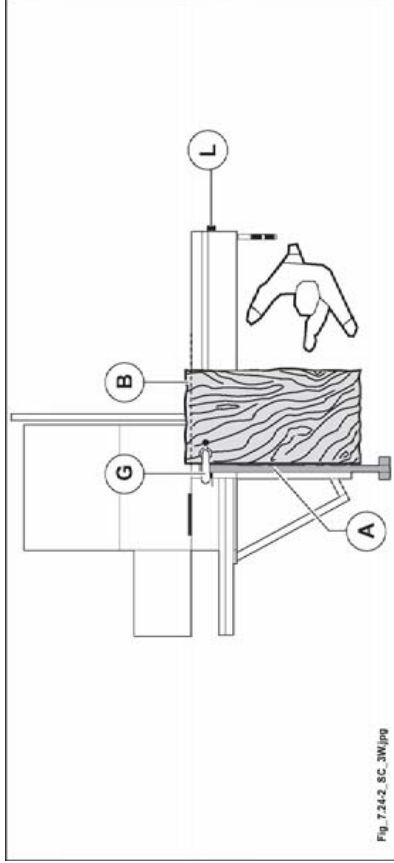

Abb. 7.24-2
- Schiebetisch ganz rechts vorstellen (siehe Abb. 7.24-2) und Hebel (L Abb. 7.24-2) festklemmen. (w/2.24.2.00)
- Platte um 90° drehen, die besäumte Seite (A Abb. 7.24-2) gegen Alu-Lineal legen, die Platte durch Spannarm (G Abb. 7.24-2) festspannen dann den Schnitt (B Abb. 7.24-2) vornehmen.